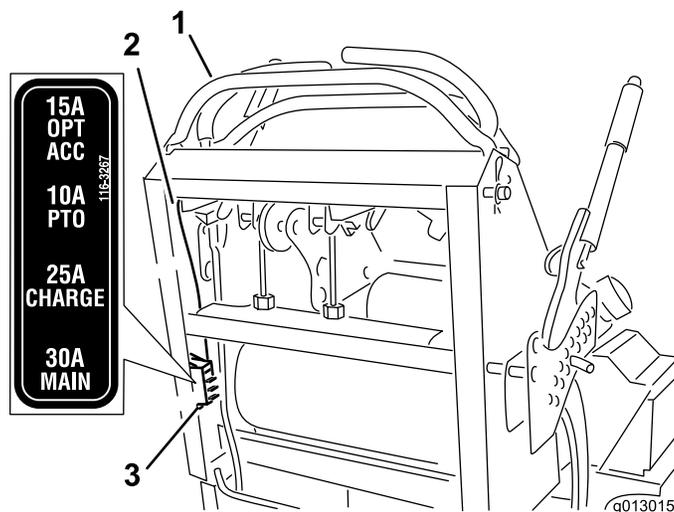

図 53
2. ヒューズを引き出して外し、あるいは交換する (図 53)。